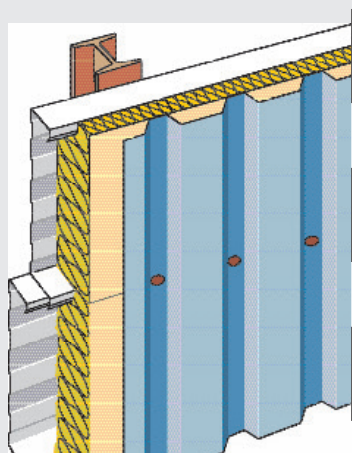

Fig. 1 - Horizontale binnendozen, verticale buitenbeplating
- Horizontale binnendozen, verticale buitenbeplating Isover cladipan 32 wordt in de binnendozen geplaatst. Ter plaatse van de binnendoosflens heeft Isover cladipan 32 over de volle lengte een snede. De geprofileerde buitenbeplating wordt door de Isover cladipan 32 heen, aan de flenzen van de binnendozen bevestigd (fig 1).
- Caissons horizontaux bardage extérieur vertical Isover cladipan 32 est posé dans les caissons. Au droit des lèvres du caisson, Isover cladipan 32 présente, sur toute sa longueur, une entaille. Le bardage vertical extérieur est fixé à travers du Isover cladipan 32 juste au droit des lèvres du caisson (fig 1).